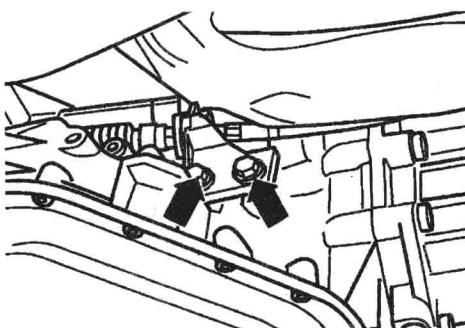

图1-15 拉索轴承座螺栓
①拔下多功能开关导线插头_____。
②晃动保险杠杆_____,拉下变速器输电线路插头。
③拉下变速器速度传感器插头。
(4) 拆卸排气管：
①标记换挡杆拉索连到_____的轴承座位置,便于安装时使用。
②拧下_____,如图1-15所示,拆下前面的排气管。
(5) 拆卸ATF油管：